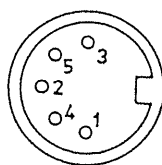

図 4.6
(4) REMOTE CONTROL ソケットのピン番号はDIN規格に基づいて配列されており番号順に並んではいませんので注意を要します。ピン配列を図 4.6 に示します。